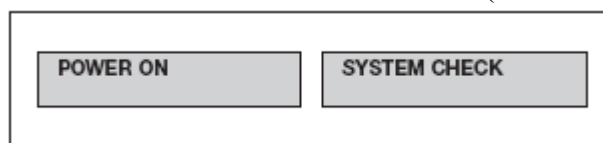

Рис.8
4. Включите выключатель питания (POWER ON) (см. рис. 8).
При включении аппарата TSCD®-II загорается жидкокристаллический дисплей, начинается автоматическая проверка и, если аппарат работает нормально, звучат 3 гудка. Включается вентилятор. Держатель пластин нагревается до 70 °С, чтобы сократить время сварки (смотрите рис. 8.)